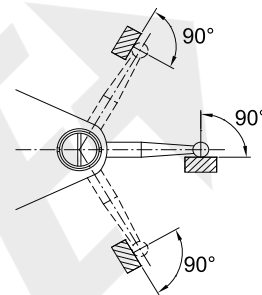
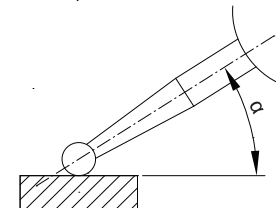

fig.4
fig.5
2. Durante a medição, a ponteira deve estar na vertical em relação à direção de medição (fig. 4). Quando a ponta estiver em um ângulo com a direção de medição (fig. 5), deve ser feita a seguinte correção.